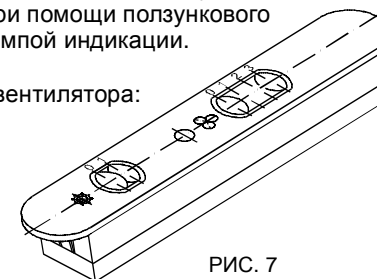

РИС. 7
7.2.1. Ползунковый переключатель (рис. 7).